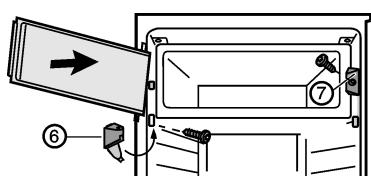

Fig. 3
- Sluitstuk Fig. 3 (7) monteren.
- Lagerbus Fig. 3 (6) monteren en afdekking dichtklappen.